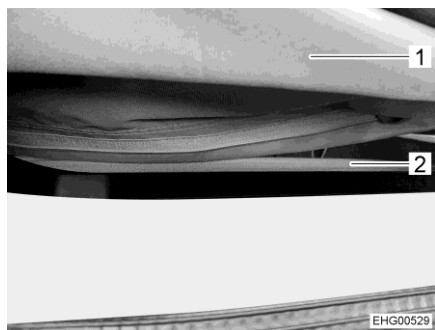

Fig. 38 Cerniera
- Aprire completamente la cerniera (Fig. 38,2) sul lato inferiore del soffitto (Fig. 38,1).